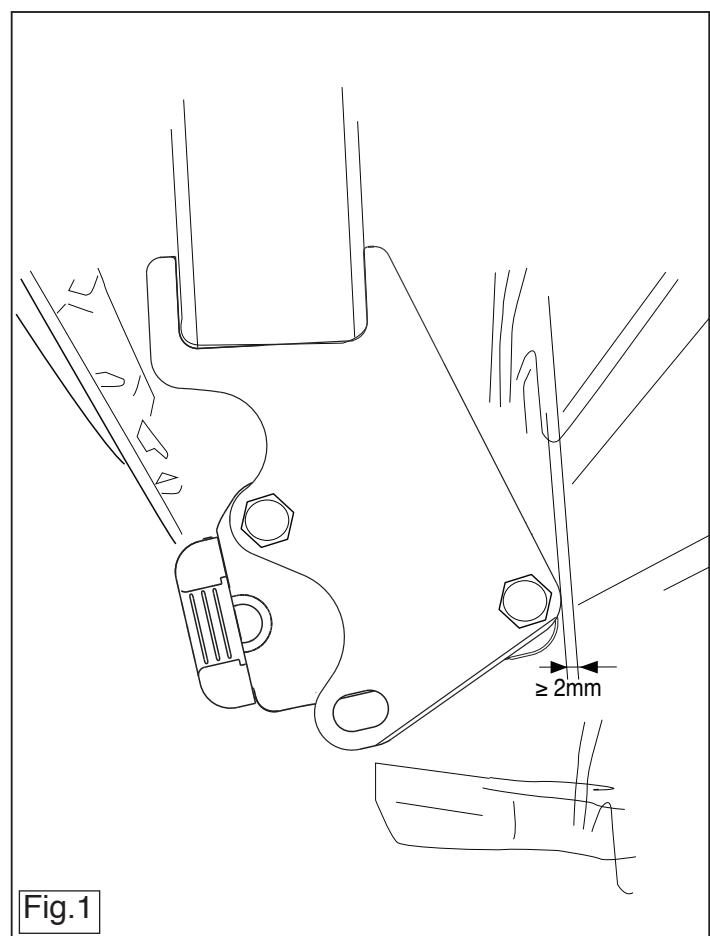

Fig.1
3. Die Anhängervorrichtung im Langträger befestigen. Siehe Abbildung 1
3. Monter l'attache-remorque dans le châssis. Voir la figure 1.
3. Закрепить буксирный крюк на шасси. См. рисунок 1.